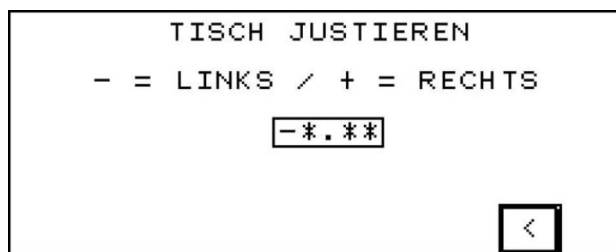

Bild 12a
4. Prüfen Sie, ob die erste Einzelleitung exakt über dem ersten Kontakt positioniert ist, als Orientierung dienen die blauen Markierungen. Sollte dies nicht der Fall sein, so wählen Sie im Hauptmenü Punkt 3 „Tischverstellung“, um den Tisch entsprechend zu verschieben (siehe Bild 12a).